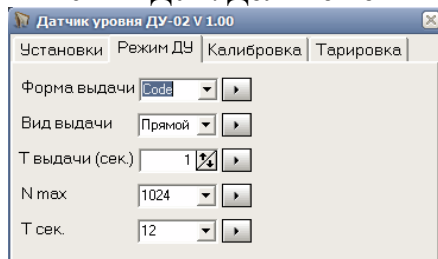

Рис. 12. Окно «Режим ДУ»
5.3 Для изменения параметров штатного режима работы необходимо в меню, расположенном в верхней строке окна монитора для работы с датчиком ДУ-02М, выбрать режим «Режим ДУ». Должно появиться окно, показанное на рис.12.